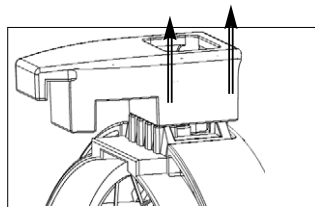
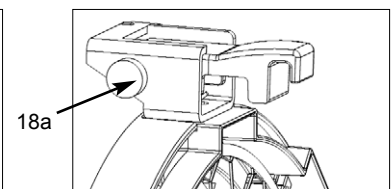

Abb. 5 / figure 5
Abb. 6 / figure 6
- Modelle mit schwenkbarer Torsicherung (Abb. 5): Torsicherung senkrecht nach oben ziehen und zur Seite wegdrehen. Modelle mit Location-Torsicherung (Abb. 6): Stift (18a) seitlich eindrücken, Torsicherung klappt nach oben.
- For models with rotatable top latch (figure 5): Pull the top latch (18) upwards and turn it to the side. For models with location top latch (figure 6): Push the hinge pin (18a), the top latch flips open.